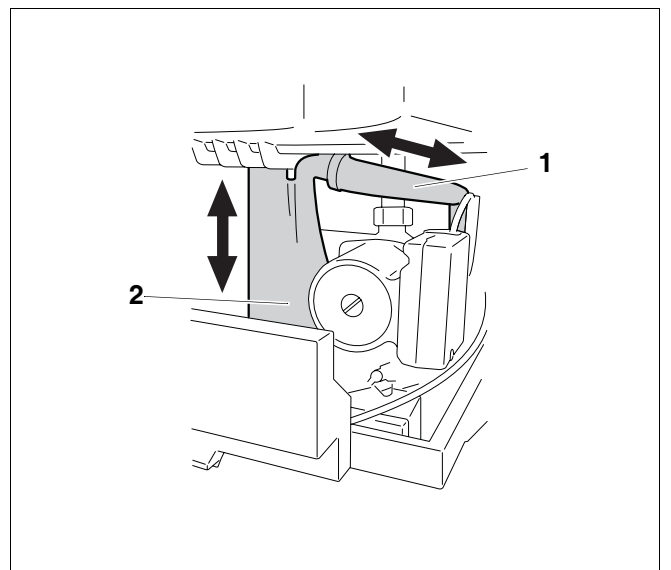

Bild 52 Siphon reinigen
- Ableitung (→Bild 52, [1]) seitlich vom Siphon abziehen.
- Siphon (→Bild 52, [2]) mit Lippendichtung nach unten aus der Halterung ziehen.